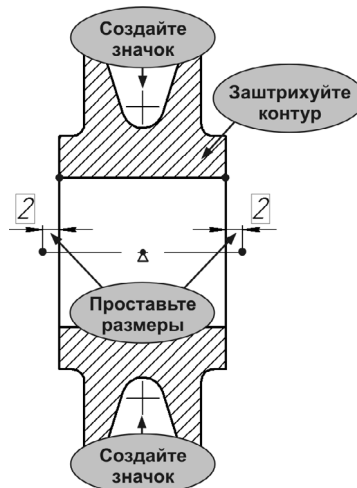

Рис. 64.11.
19. Заштрихуйте две области детали. Используйте системный стиль штриховки *Металл* с шагом 1 мм под углом 45° (рис. 64.11).